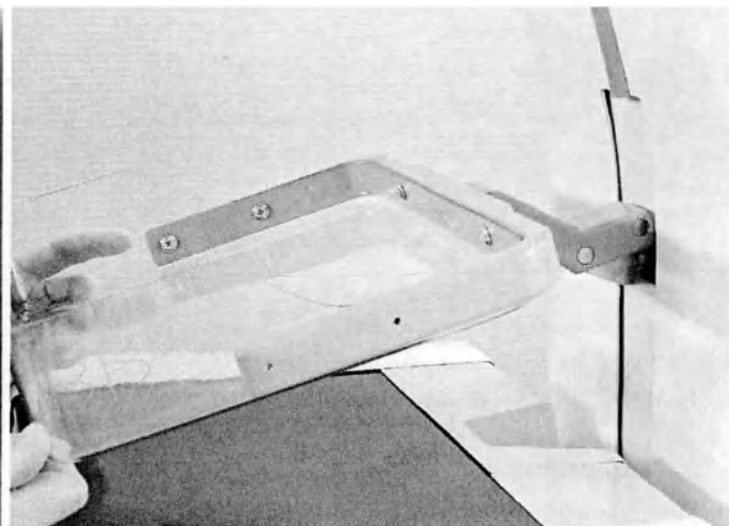

Рисунок 16 – Установка компрессионной пластины
6.2.3. Установить компрессионную пластину 18x24 или 24x30 (рис. 16).